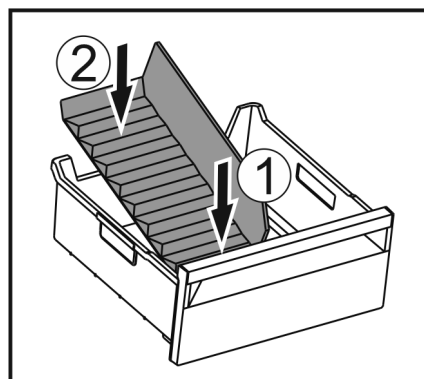

Fig. 180
- ▶ Umetnite prednji dio pregrade ladice za led. Fig. 180 (1)
- ▶ Spustite stražnji dio pregrade ladice za led do dna ladice. Fig. 180 (2)